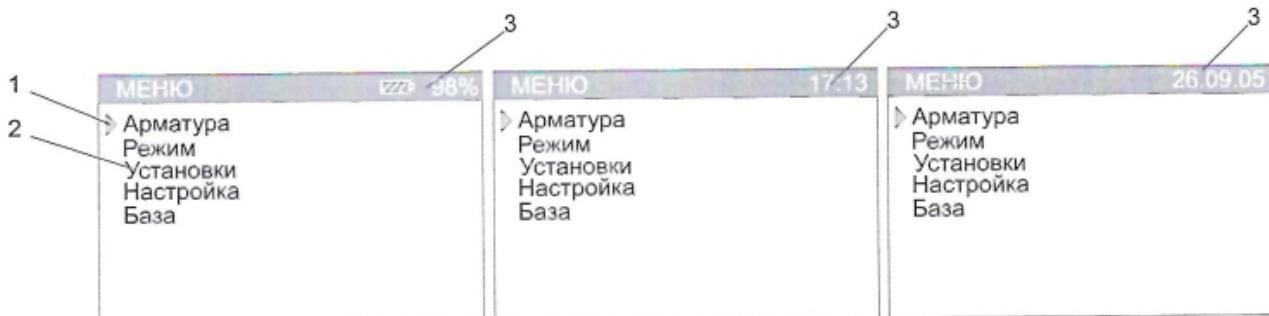

Рисунок 2. Меню.
- выбрать курсором рис. 2 поз. 1 строку с параметром или названием подменю, перемещение курсора производить кнопками «↑» или «↓»;